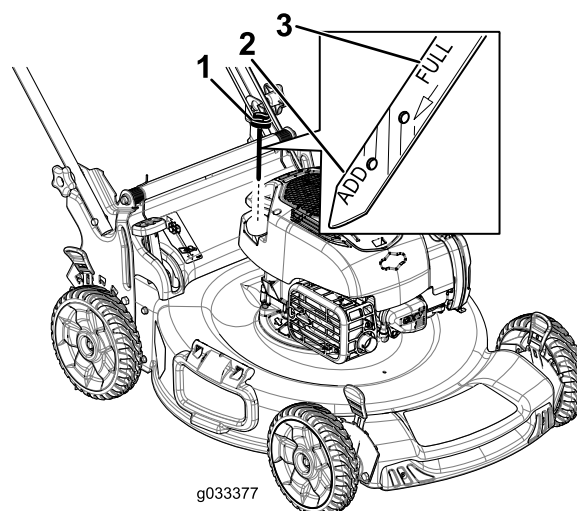

Figura 14
2. Retire a vareta rodando-a no sentido contrário ao dos ponteiros do relógio e puxando-a para fora (Figura 14).
5. Leia o nível de óleo na vareta (Figura 14).
- Se o nível de óleo na vareta estiver demasiado baixo (Figura 14), deite cuidadosamente uma pequena quantidade de óleo detergente SAE 30 ou SAE 10W-30 para o tubo de enchimento de óleo, aguarde 3 minutos e volte a repetir os passos 3 a 5 até o nível de óleo na vareta estar no nível correto. Verifique o tipo de óleo, consulte 3 Enchimento do motor com óleo (página 7).
- Se o nível de óleo na vareta estiver demasiado alto (Figura 14), drene o óleo em excesso até que o nível de óleo na